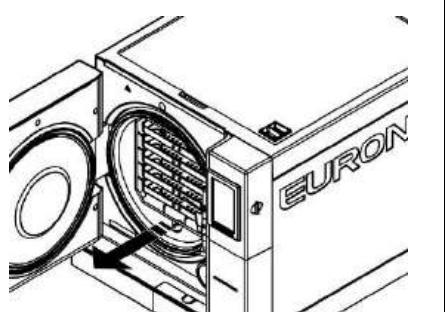

Рис. 9.2-2
Для увлажнения губки использовать дистиллированную или деминерализованную воду. Таким же образом следует чистить лотки и их подставки. Очистка стерилизационной камеры важна для устранения отложений, которые могут помешать нормальной работе устройства. Чтобы извлечь держатель для подносов: выньте подставку из камеры (Рис.9.2-2), и, после очистки, выполните обозначенные выше операции в обратном порядке.
2. Вставьте регулировочный ключ (поставляется в комплекте, рис. 9.2.2-1) в зазор под дверцей (Рис. 9.2.2-2).
3. Посмотрев через отверстие в дверце, убедитесь, что концевая часть вошла в гайку в центре люка. (Рис. 9.2.2-3).
4. Поверните настроечную шпильку против часовой стрелки, наблюдая за дверцей, на 1/4 оборота (для закрывания) (Рис. 9.2.2-4).